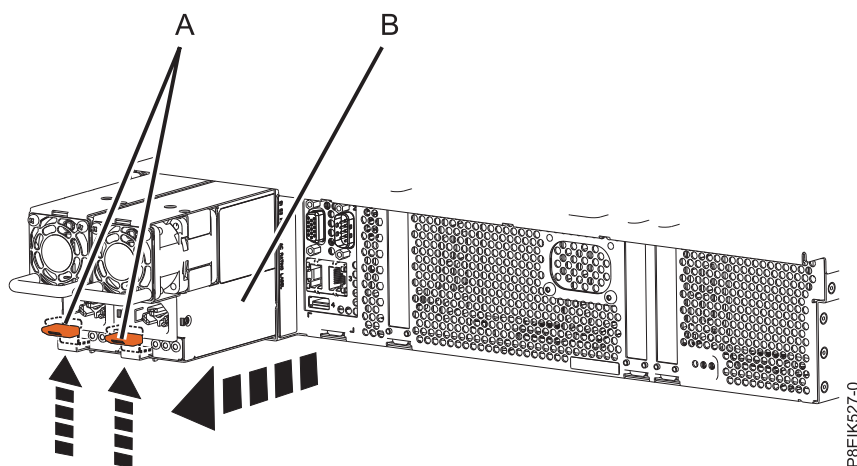

図 45. システムから電源装置を取り外す
- a. システム内の所定の位置から電源装置を取り外すには、赤褐色のロッキング・タブ (A) を引き上げます。図 45を参照してください。
- b. 電源装置のハンドルを片方の手でつかみ、システムから電源装置 (B) を途中まで引き出します。